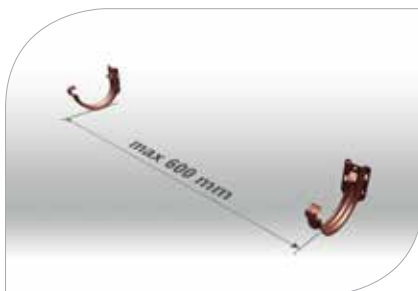

рис. 2
- 1.6 Рекомендованное расстояние между кронштейнами 60 см (**рис. 2**)